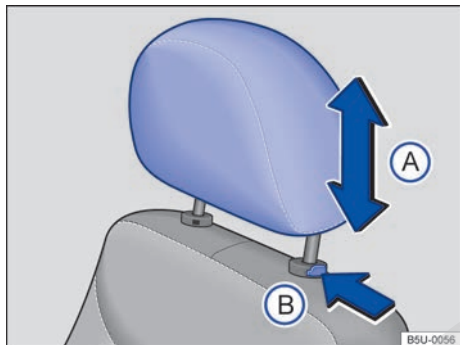

Fig. 72 Desmonte el apoyacabezas delantero.
- Presionar la tecla → fig. 72 (B) en el sentido de la flecha. Retire el apoyacabezas mientras presiona la tecla.
- Empuje el apoyacabezas totalmente hacia abajo con la tecla → fig. 72 (B) presionada.